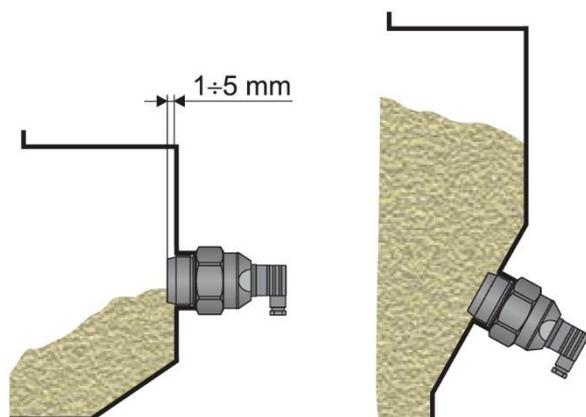

Рис. 1: Установка датчика с помощью наварыша
- Рекомендуемый монтаж датчика на наклонной или боковой стенке резервуара с помощью наварыша с резьбой G1 1/2" показан на рис. 1. Передняя поверхность датчика выступает над внутренней стенкой на 1-5 мм.